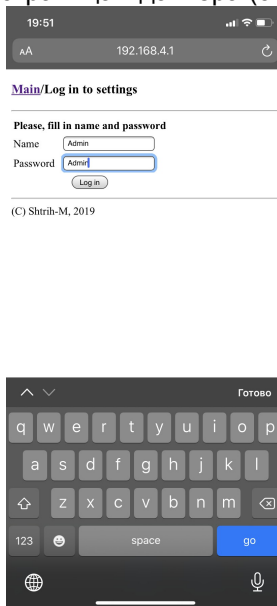

Рисунок 2: Ввод пароля
6. Далее перейдите по ссылке «Settings», откроется страничка с предложением ввести имя пользователя и пароль. По умолчанию, имя пользователя Admin и пароль Admin (см. Рисунок 2)